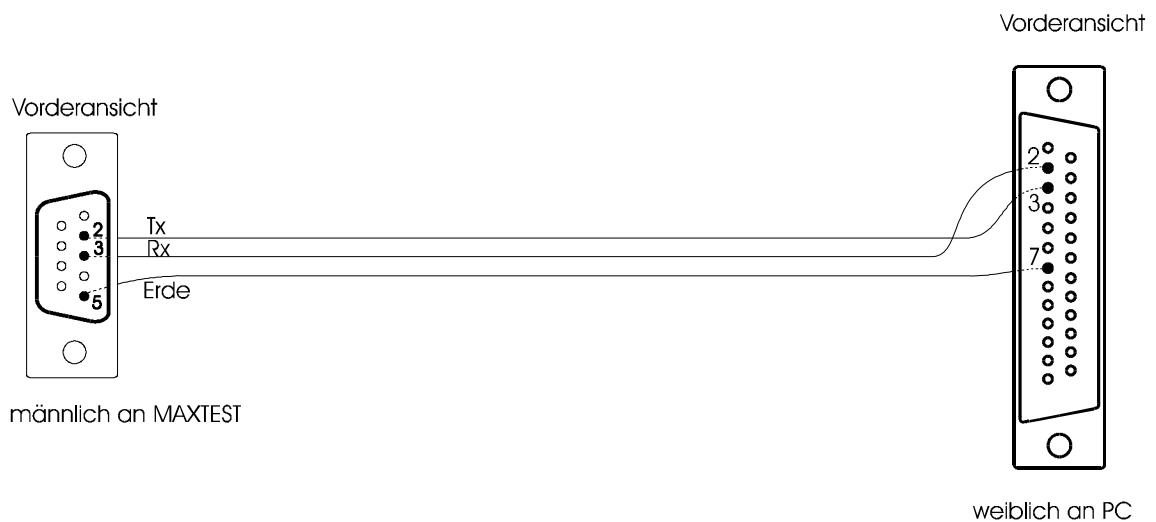

Abb. 57. RS232 Kabel
- Schließen Sie Ihren PC an den MAXTEST über das RS232 Kabel an, siehe Abb. 57.